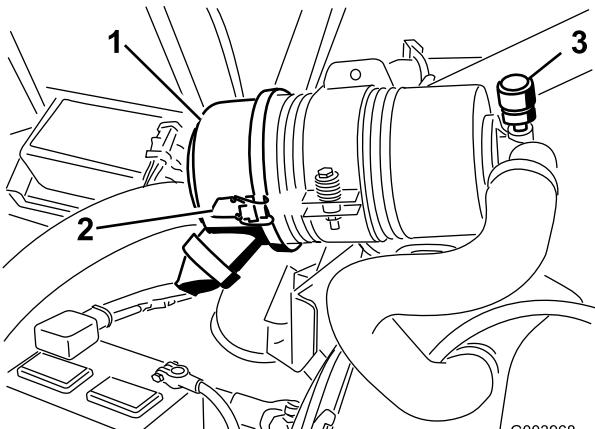

图54
仅在维修指示灯(图54)要求时,才维修空气滤清器滤芯。在必须更换之前更换空气滤清器,只会增加灰尘在滤清器拆下时进入发动机的几率。
1. 松开将空气滤清器盖固定到空气滤清器壳体上的搭扣(图54)。